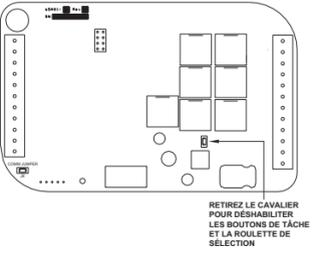

Figure 12 – Cavalier de Contrôle local
- Retirez le cavalier de contrôle local - Voir Figure 12.